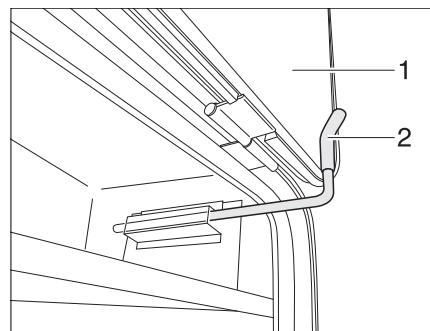

Fig. 55 Gancho de retención de trampilla exterior, posición fija
- Abrir la trampilla exterior (Fig. 55,1) y plegarla hacia arriba contra la pared del vehículo.
- Girar el gancho de retención (Fig. 55,2) hacia arriba y colocar una cuña detrás de la trampilla exterior (Fig. 55,1).
- Tirar del gancho de retención (Fig. 55,2) y girar hacia abajo.